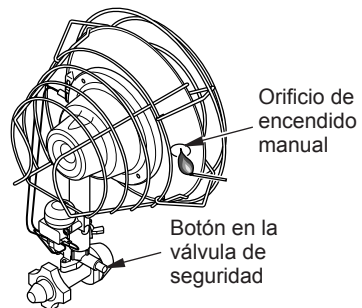

Figura 4 - Encendido del calentador con un fósforo
2. Coloque un fósforo encendido a la carátula del elemento de calefacción (rejilla de alambre) del calentador que está encendiendo, a través del orificio ubicado en la parte lateral del reflector. Consulte la figura 4.
3. Oprima el botón en la válvula de seguridad para que se permita la entrada de gas al quemador (consulte la figura 4).